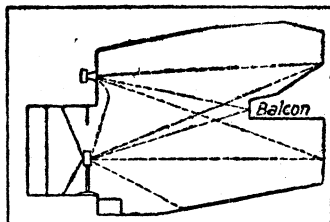

Fig. 8. — Application dans un théâtre.
2) *Emploi dans un théâtre.* — Le microphone à cardioïde trouve son utilisation dans les théâtres, car ses caractéristiques de directivité permettent de distinguer nettement les sons venant de la scène de ceux venant de l'auditoire. La figure 8 montre une disposition rationnelle du microphone dans un théâtre.